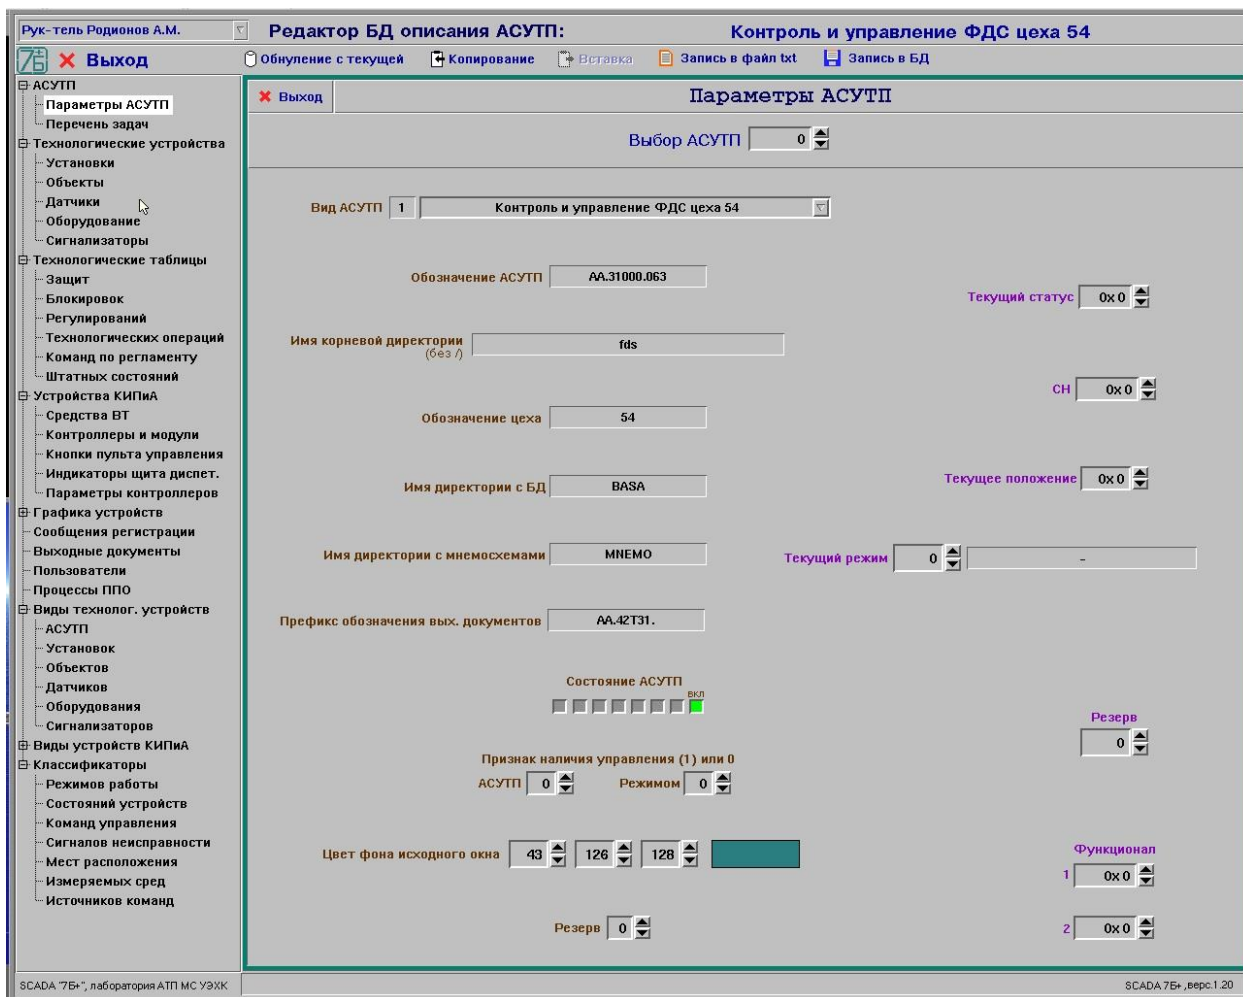
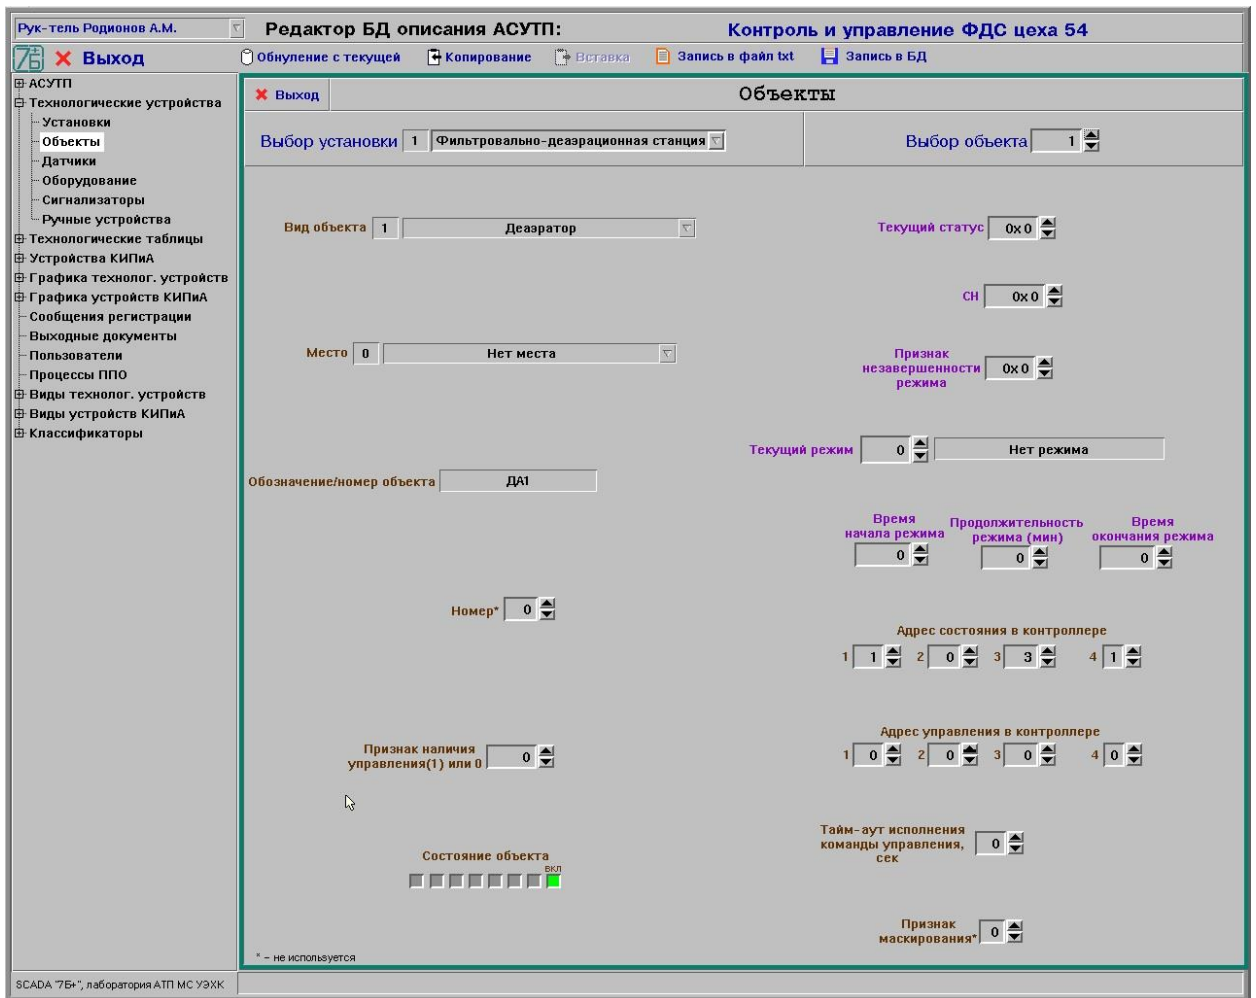

Рисунок 3 - Окно редактирования параметров АСУТП
Рисунок 5 - Окно редактирования параметров объекта
8.3.1 После выбора в иерархическом списке одной из следующих тем: «Параметры АСУТП» (группа тем «АСУТП»), «Установки» или «Объекты» (группа тем «Технологические устройства») на экране будет отображено окно редактирования параметров АСУТП, установки или объекта (см. рис. 3, 4 и рис. 5 соответственно).
8.3.3 В окне редактирования параметров АСУТП (см. рис. 3) отображаются следующие параметры, записанные в БД, и которые может откорректировать пользователь:
- состояние АСУТП: АСУТП включена (1) или выключена (0, не контролируются параметры);
8.3.7 В окне редактирования параметров объекта (см. рис. 5) отображаются следующие параметры объекта, записанные в БД, и которые может откорректировать пользователь:
- состояние объекта: объект включен (1) или выключен (0);